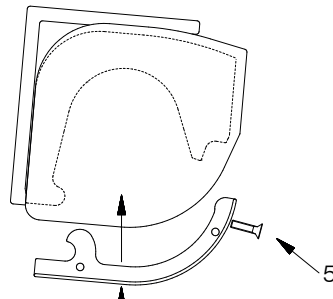

Abb. 27: Montage des Blendenunterteils
- » Schrauben Sie das Unterteil der Kupplungskappe an (5 – Abb. 27)